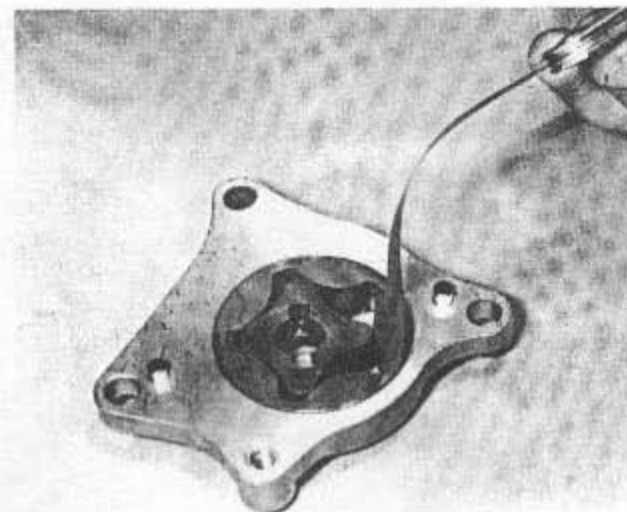

Bild 205
- Die Pumpe wird zusammengebaut, d. h. die Rotoren eingesetzt. Nun messe man mit Hilfe einer Feühlerlehre das Spiel zwischen äusserem Rotor und Pumpengehäuse (Bild 205). Falls der gemessene Wert 0,25 mm übersteigt, muss der Rotor und/oder das Gehäuse erneuert werden, je nachdem, was verschlissen ist. Anschliessend messe